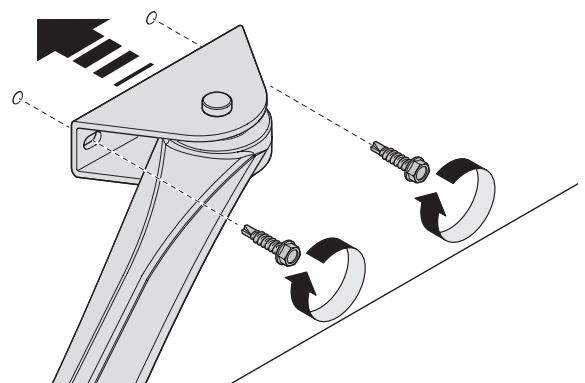

Abb. 11
03. den Bügel am soliden Teil des Torflügels befestigen **Abb. 11**.